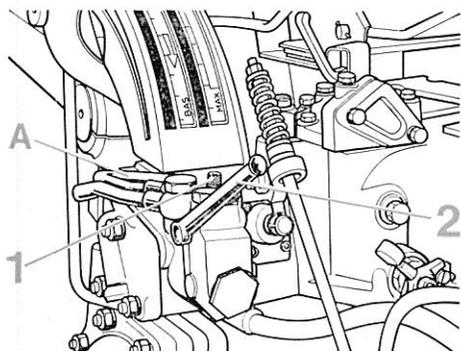

FIG. 30
a) branchement simple effet (fig. 30)
- Desserrer la vis de barrage (1).